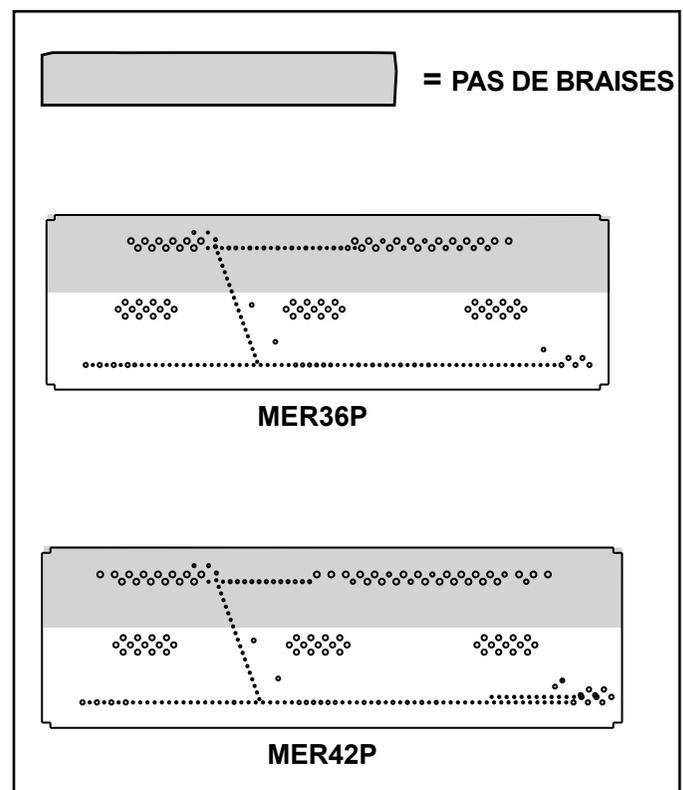

Figure 11.11 Emplacement du support/des braises du brûleur
- Les braises ne peuvent être placées que dans les zones illustrées à la figure 11.11.